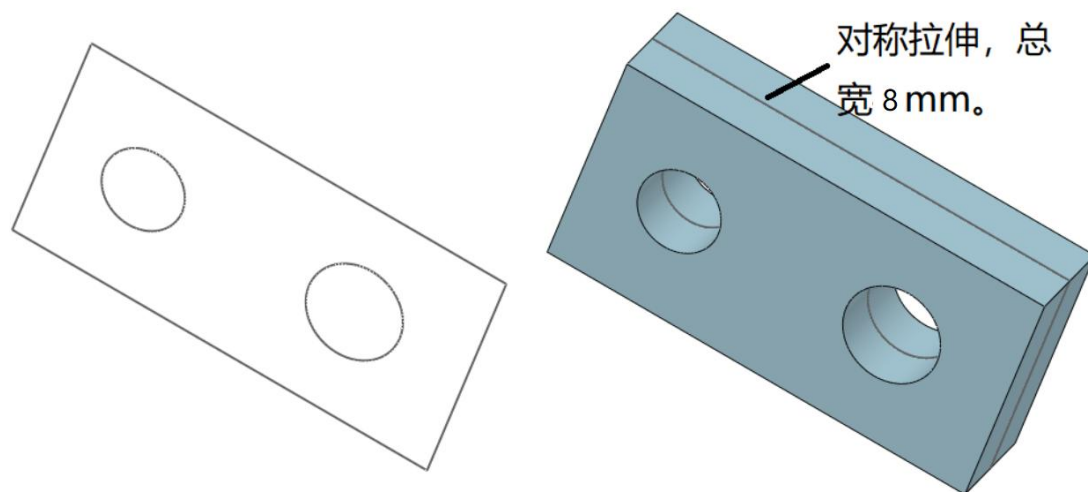

图 15-19 新组件主体拉伸
(4) 退出草图，因此参考线和面，并进行拉伸。如图 15-19 所示的新组件线框图和立体图。